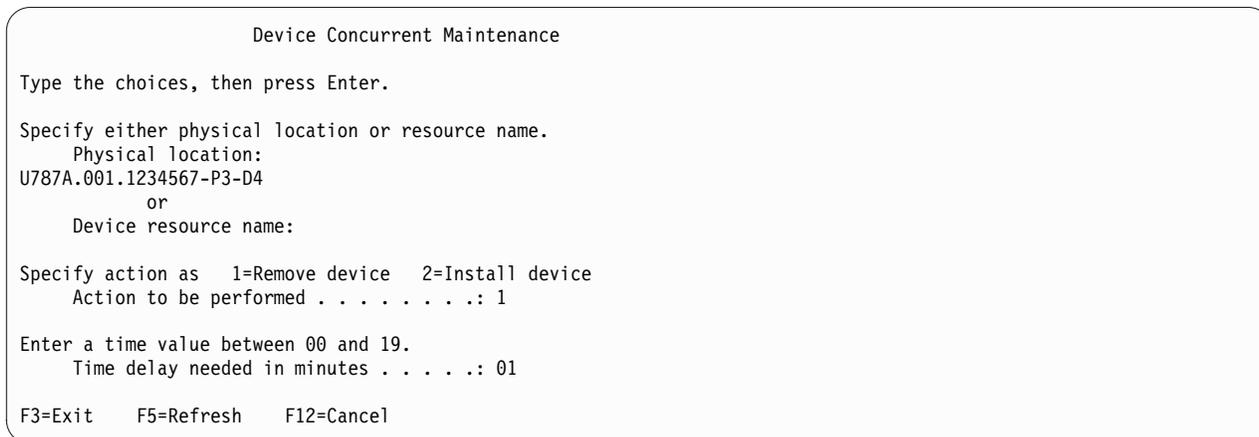

Abbildung 72. Beispielanzeige "Parallelwartung der Einheit"
10. Navigieren Sie im Hardware-Service-Manager zu der Option **Parallelwartung der Einheit auswählen**. Drücken Sie die Eingabetaste. Die Anzeige "**Parallelwartung der Einheit**" wird angezeigt (siehe Abb. 72 auf Seite 80).